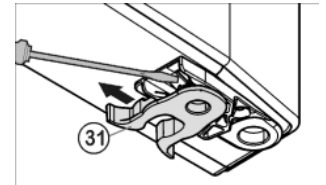

Fig. 10
- ▶ Spostare il Fig. 10 (31) morsetto a molla: Premere verso il basso il dentino antisfilamento, estrarre il morsetto a molla tirando verso l'alto.